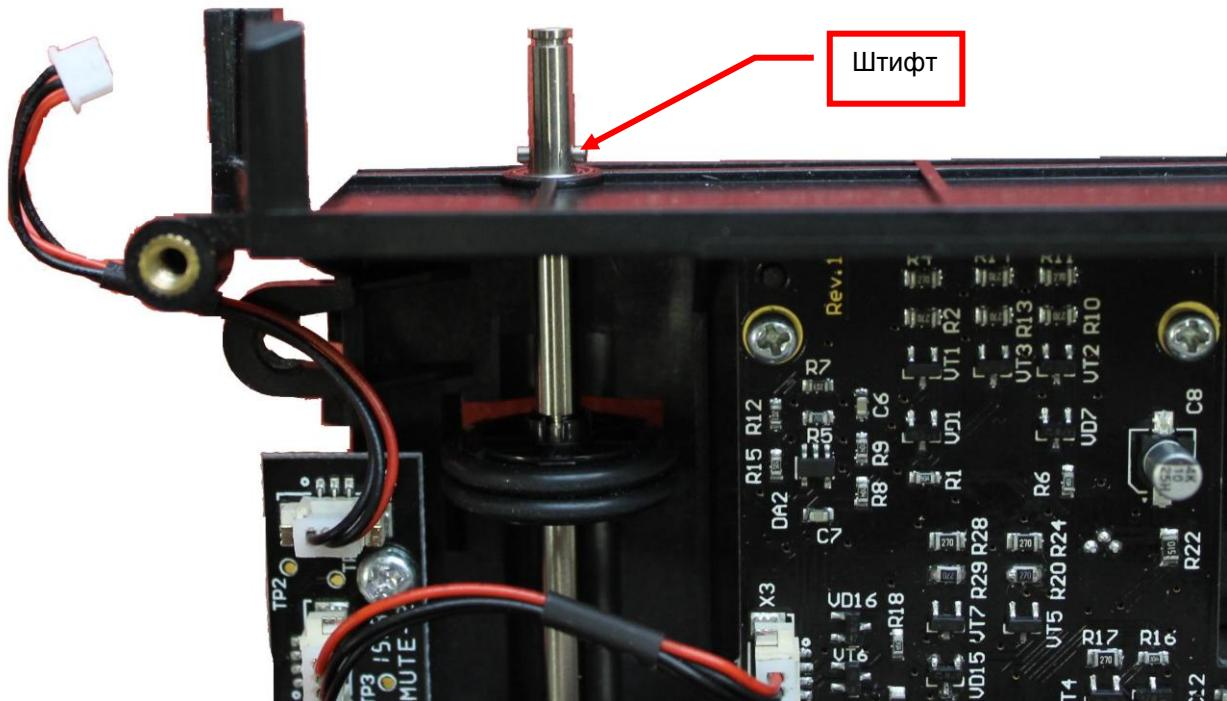

Рис. 8.33
8.14.6 Снимите, с помощью пинцета, штифт EBKM.D230M1.01.00.016-01 (см. рис.8.33).